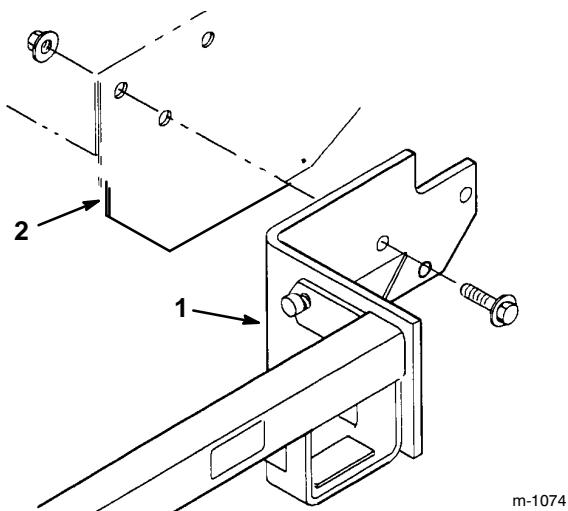

Abbildung 2
1. Die Trägerrahmenbohrungen auf die Montagebohrungen im Antriebseinheitrahmen ausrichten (Abb. 2).
2. Jede Seite des Trägerrahmens mit drei (3) 1/2" x 25 mm (1") Flanschschrauben und Sicherungsmuttern an der Antriebseinheit befestigen. Die Halteschrauben mit 81–109 N•m (60–80 ft-lb) anziehen (Abb. 2).